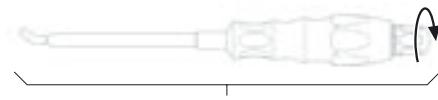

Fig. 13
- Montar el instrumento de inserción de varilla **9**, ver Fig. 13.